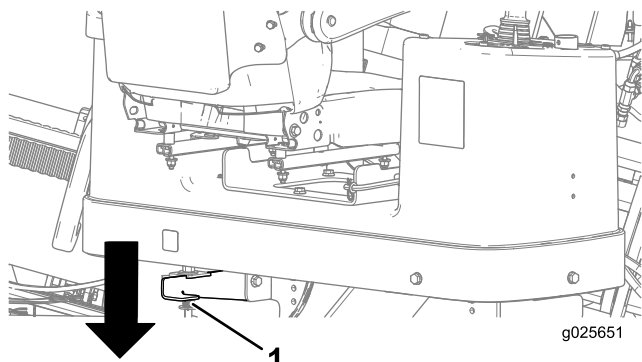

Рисунок 39
5. Нажмите вниз на заднюю защелку фиксации платформы оператора и отведите ее в сторону в нужное положение, убедившись в ее фиксации на месте (Рисунок 39).